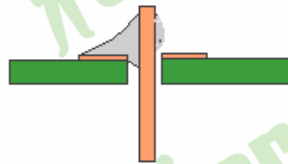

图5
5.4 半焊：元器件引脚及焊盘已润湿，但焊盘上焊料覆盖分部 1/2，插入孔仍有部分露出（图5），不可接受。